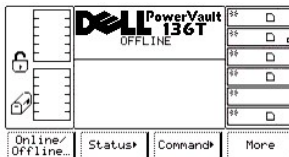

Abbildung 4. Dialogfeld "Completed Verification"
- 1 Wenn die Taste unter dem Softkey **OK** gedrückt wird, wird Abbildung 4 angezeigt. Die Bibliothek wird auf Offline geschaltet.